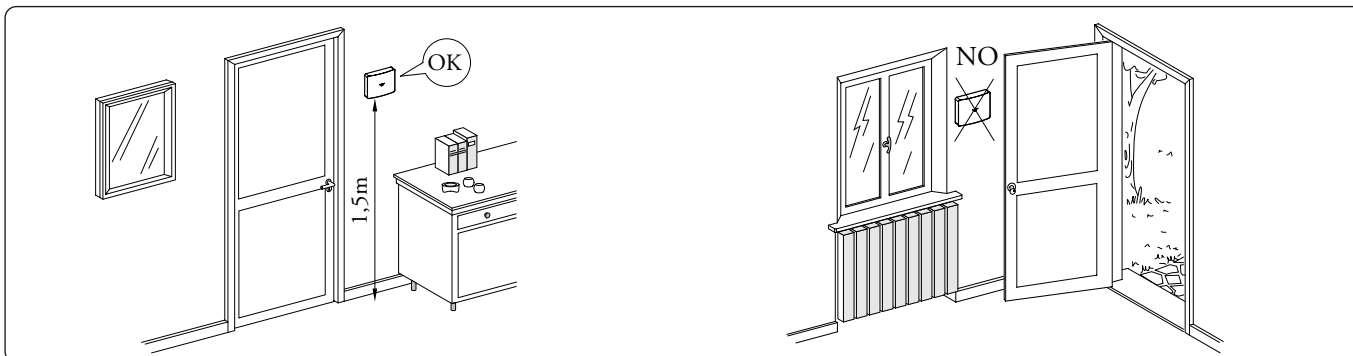

Fig. 10
2) Installare la sonda ambiente wireless lontano da fonti di calore e in posizioni idonee a rilevare correttamente la temperatura ambiente (Fig. 10).
2) Install the wireless room probe away from heat sources and in suitable positions to correctly detect the room temperature (Fig. 10).